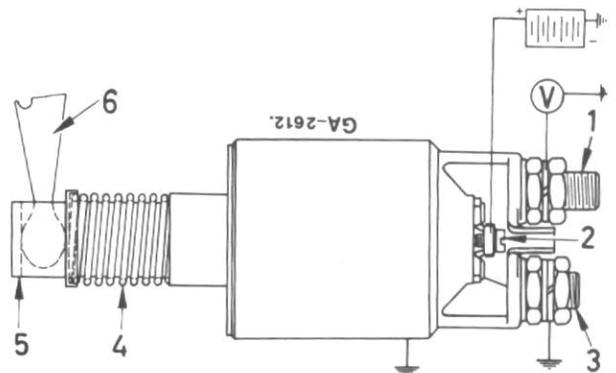

Figure 26a
Vérifiez tout d'abord la tension d'alimentation. Voir "Caractéristiques". Branchez un voltmètre comme le représente la fig. 26a. Un relevé de tension signale que le contact du solénoïde est fermé. Si c'est le cas, enlevez la masse de la borne (3) pour s'assurer que la masse du contact de solénoïde est bien fermé par le bobinage de maintien (3) fig. 4. Un contact usé ou brûlé va provoquer une résistance élevée se manifestant par une brutale chute de tension au banc d'essai. Veillez lors de l'essai que le levier (6) reste bien dans le dégagement du plongeur (5), fig. 26a.